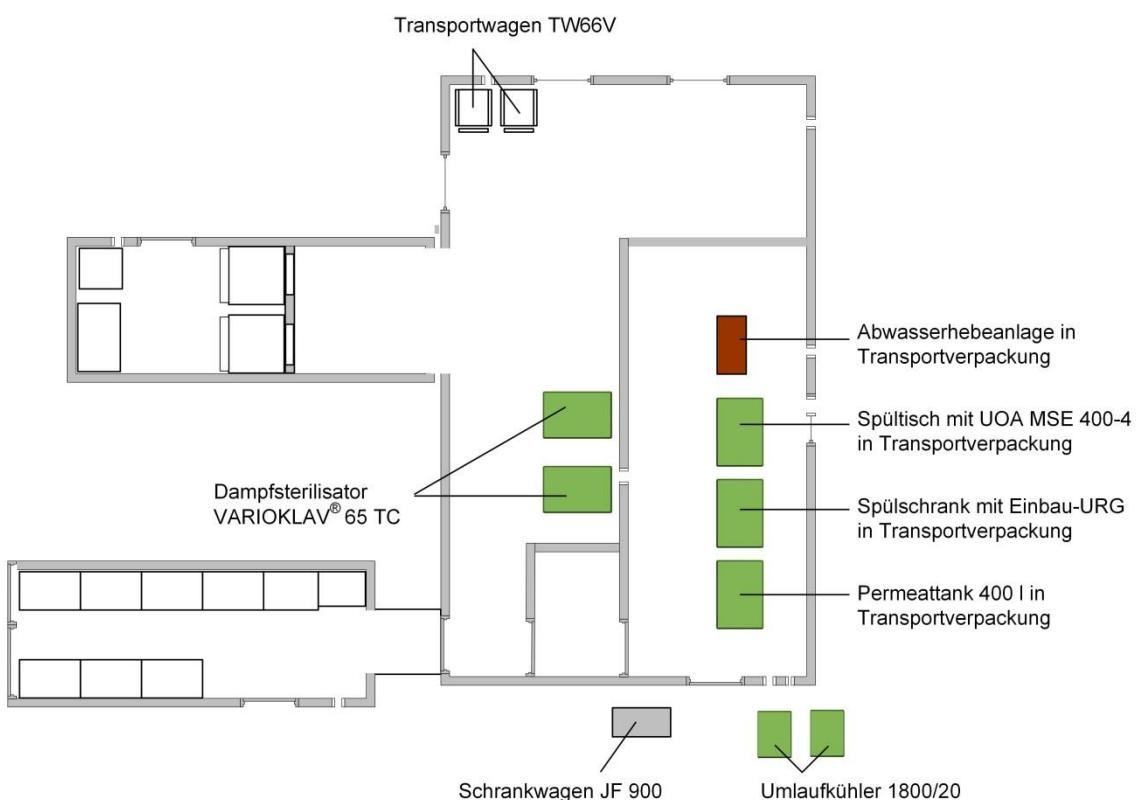

Abb. 16: Positionierung von Abwasserhebeanlage und Transportwagen TW66V
- ◆ Entnehmen Sie den Transportwagen TW 66V und platzieren ihn gemäß Abb. 16:.
- ◆ Heben Sie die Abwasserhebeanlage mit einem Stapler⁶ aus dem Container und platzieren Sie diese gemäß Abb. 16:.